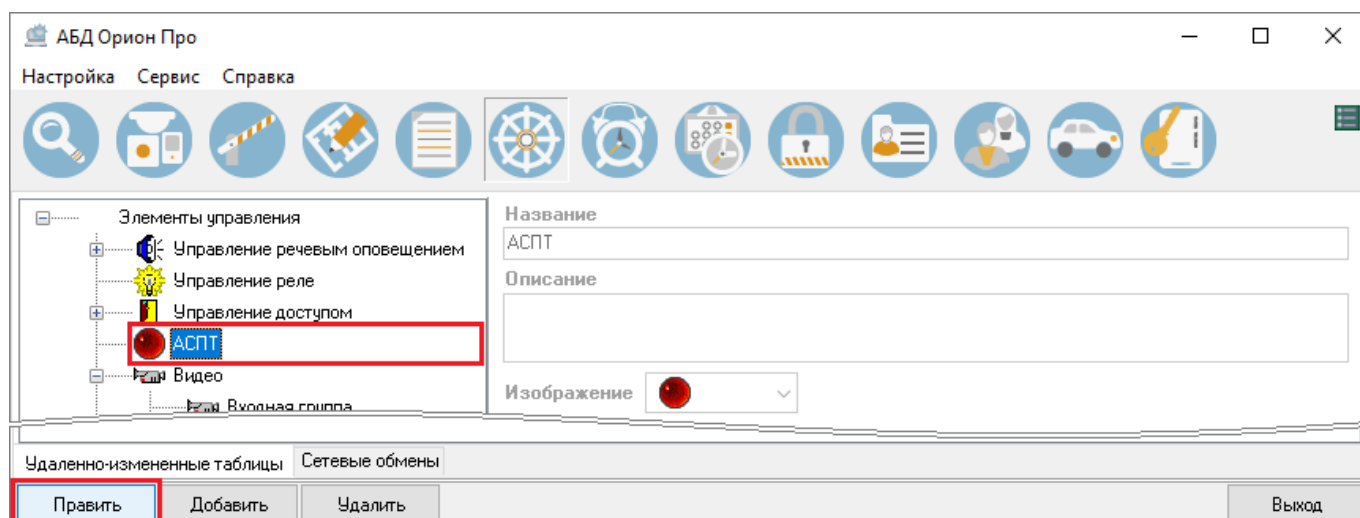

Рисунок 6-661 Переход к редактированию элемента управления
- 2) нажмите кнопку «Править» для перехода в режим редактирования выбранного элемента управления (см. Рисунок 6-661);